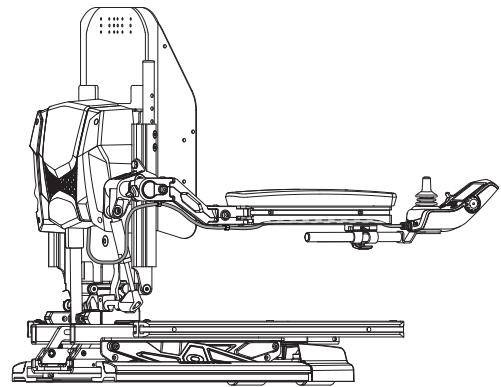

Bild 7. Verlegung des Steuerungskabelbaums bei einem TRU-Balance® 3
- Sichern Sie den Kabelbaum der Steuerung mit Kabelbindern an dem Griffstück der Armlehne. **Siehe Bild 7, 8, 9 oder 10.**